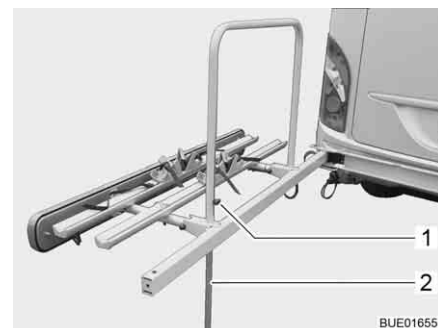

Bild 4 Stödben
- Sänk stödröret (Bild 4,2) vid vingskruv ner till marken.
- Drag åt vingskruven (Bild 4,1) igen.